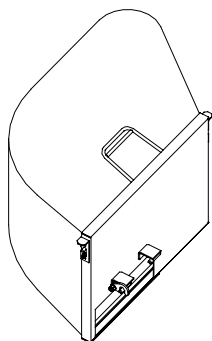

FIG. 2
a) Assieme raccogliherba (2832200): 80L, vedere FIG 2